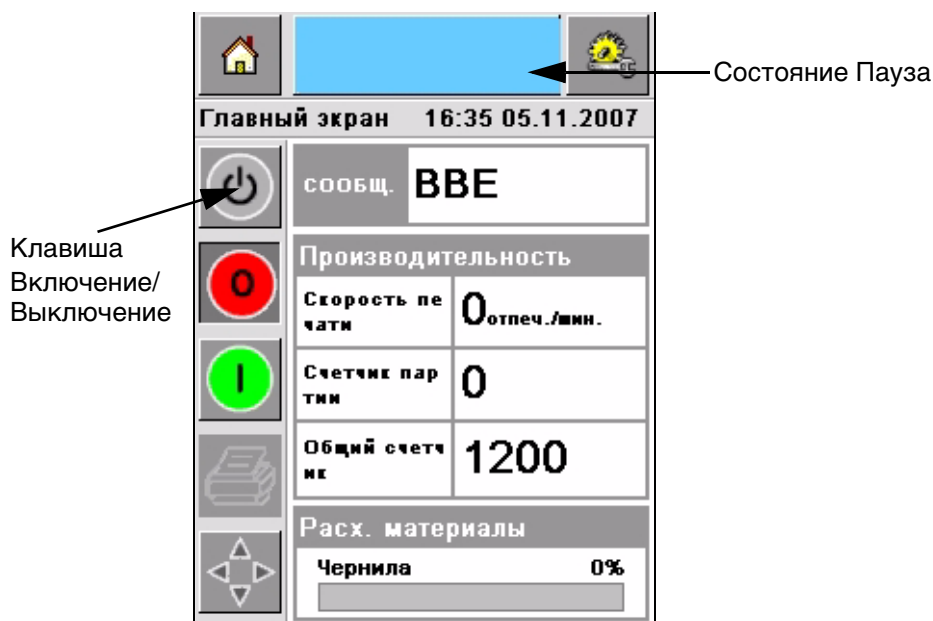

Рисунок 4-5: Главная страница - Состояние Пауза
- Принтер перейдет в состояние Паузы. Главная страница будет выглядеть, как показано на Рисунок 4-5.
- Клавиши *Старт* и *Стоп* станут активными (Рисунок 4-5).